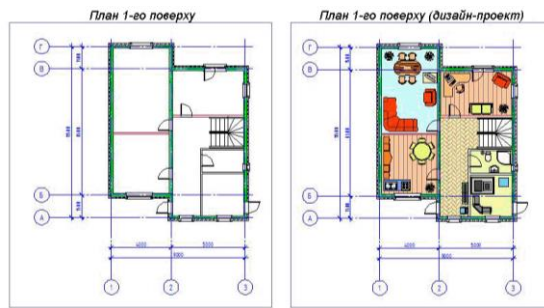

Рис. 13.1
1. Підписати види на раніше створених аркушах креслення будівлі згідно з рис. 13.1.